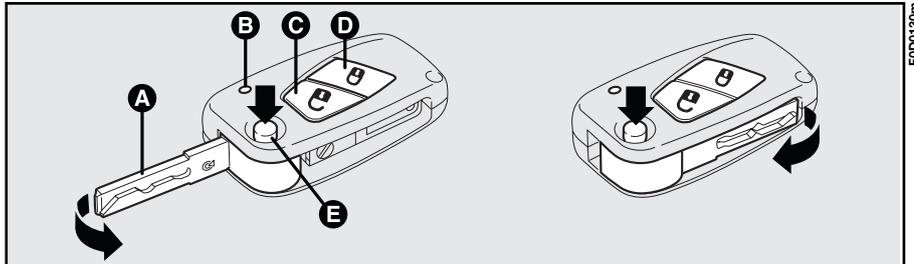

fig. 6
La llave **fig. 6** está dotada de:
Si al presionar el botón (C o D-fig. 6), el led B-fig. 6, ubicado en la llave, emite un sólo breve parpadeo indica que es necesario cambiar la pila con otra nueva.
**Para activar la alarma electrónica:** presione brevemente el botón **D-fig. 6** del mando a distancia. Se emite un “bip” y se encienden los intermitentes durante 3 segundos aproximadamente (sólo en los países cuya legislación lo permite).
**Para desactivar la alarma electrónica:** presione el botón del mando a distancia **C-fig. 6**. Se emiten dos “bip” y los intermitentes parpadean dos veces (sólo en los países cuya legislación lo permite).